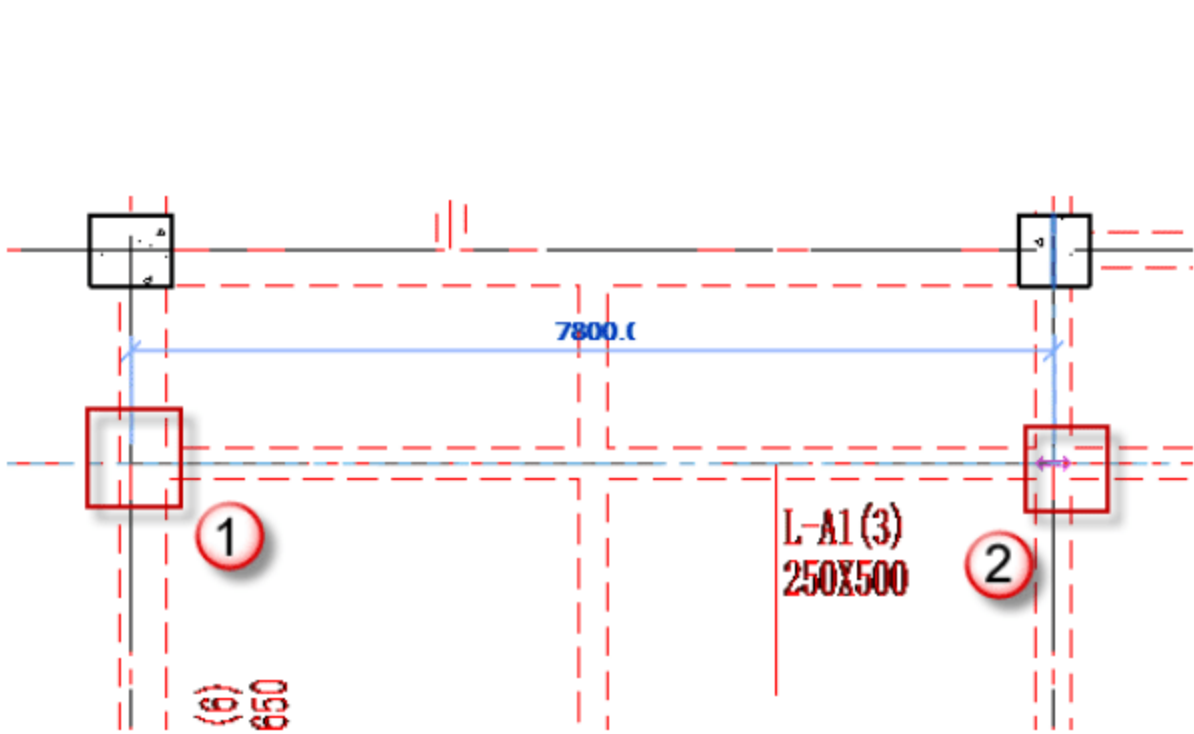

图 4.2.53 绘制 L-A1
(3) 绘制矩形框架梁 L-A1，按快捷键 B+M，放置平面为“标高 2”平面视图，先单击起始柱的中心为起点，后单击终止柱的中心为终点，如图 4.2.53 所示。